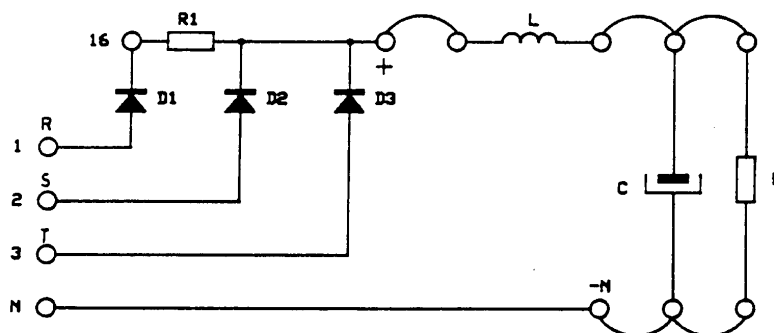

Figura 4: Conexión del rectificador trifásico de media onda con carga RLC.
- Conecte el condensador en paralelo con la resistencia como en la Figura 4.